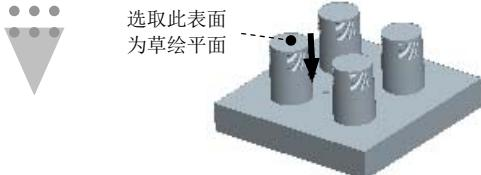

图 25.25 定义草绘平面
(1) 定义草绘截面放置属性。选取图 25.25 所示的面为草绘平面，接受默认的箭头方向为草绘视图方向，单击 **Okay (确定)** 命令，在系统弹出的 **SKET VIEW (草绘视图)** 菜单中单击